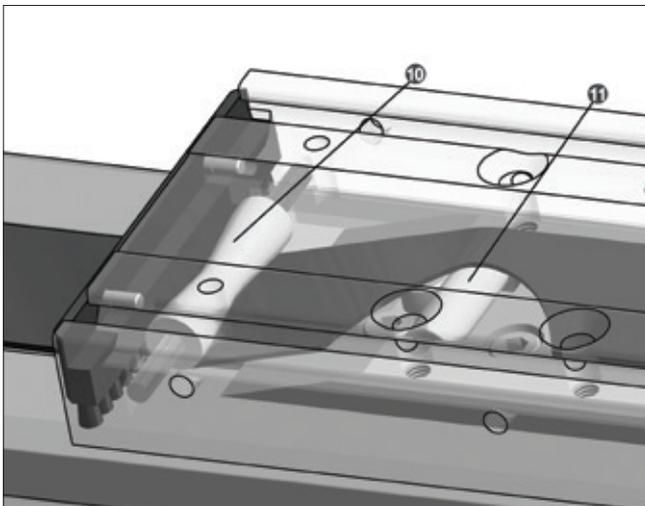

Bild 4.15 ____ Abdeckbandumlenkung
4. Bandführungsrolle **12** im Schlittenteil und Andruckrolle in der Tischplatte **11** auf Leichtgängigkeit und Beschädigungen überprüfen und gegebenenfalls zu reinigen oder zu tauschen (Bild 4.15).